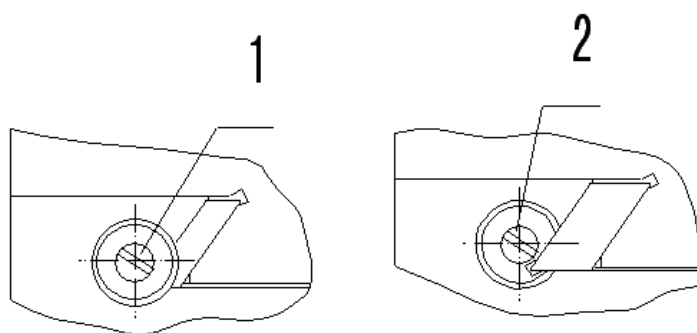

Рис.6
9.1 Регулировка направляющих болтов между столом и кареткой. (Рис. 6)
9.2 Регулировка направляющих болтов, направляющих между кареткой и консолью. (Рис. 6)